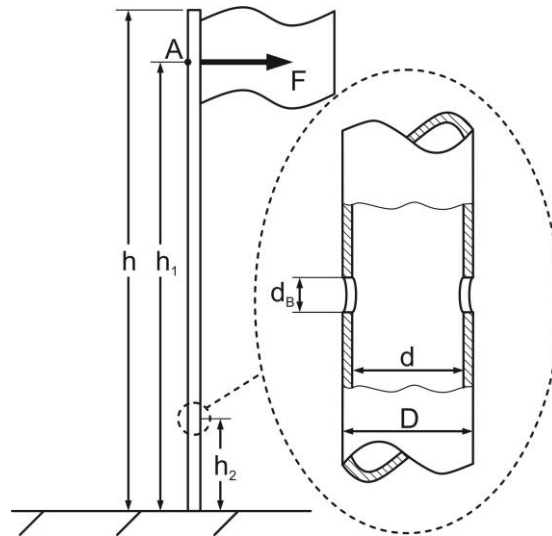

Abbildung 1.3: Fahnenmast mit Bohrung
- d) Um am Mast einen Papierkorb zu installieren, wurde in einer Höhe von  $h_2 = 90\text{cm}$  über dem Boden der Mast mit einer Bohrung versehen (siehe Abbildung 1.3). Der Bohrungsdurchmesser beträgt  $d_B = 8\text{mm}$ . Kann bei einer statischen Fahnenkraft von  $F = 20\text{N}$  Fließen im Kerbbereich der Bohrung mit üblicher Sicherheit ausgeschlossen werden?